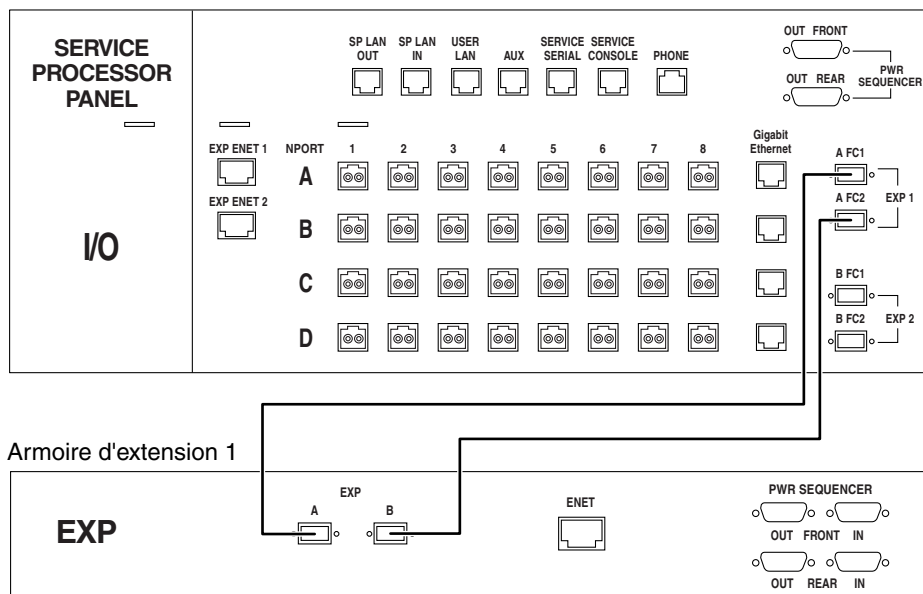

FIGURE 3 Câblage FC entre un nouveau panneau de service de l'armoire de base 0 et de l'armoire d'extension 1
Connectez les câbles Fibre Channel (FC) redondants (numéro de référence 537-1060-01) comme suit (voir FIGURE 3) :